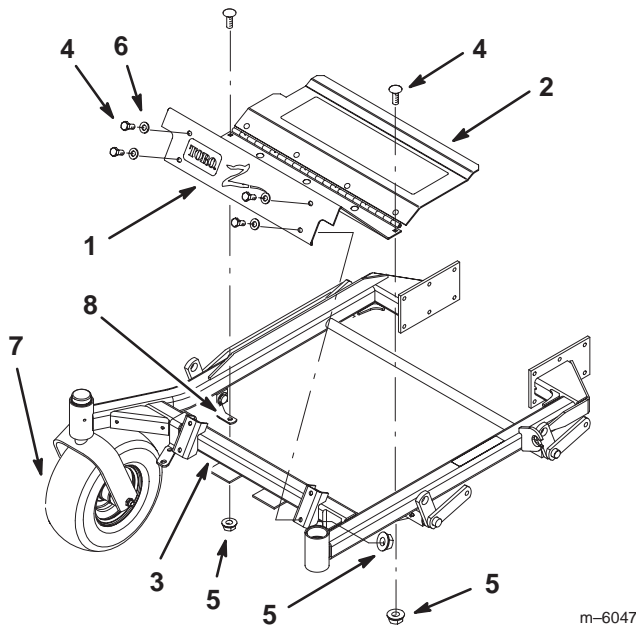

Figure 21
1. Retirez les deux boulons extérieurs qui unissent la plaque de plancher avant au bâti porteur (Fig. 21) et mettez-les de côté.
2. Retirez les 4 boulons et rondelles de fixation de la plaque de plancher avant au bâti avant (Fig. 21) et mettez-les de côté.
6. Montez les deux boulons extérieurs qui assemblent la plaque de plancher avant au bâti porteur (Fig. 21).
7. Posez **uniquement les 2 boulons supérieurs** qui fixent la plaque de plancher avant au bâti avant (Fig. 21). Utilisez la visserie existante.